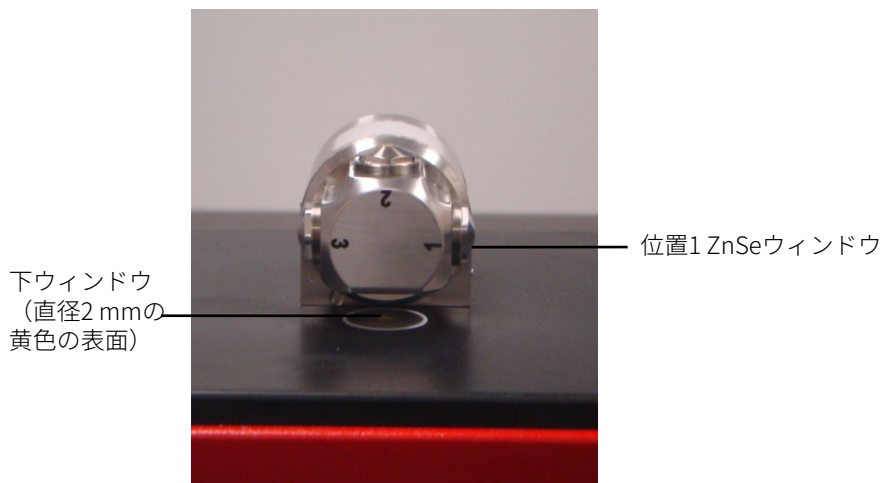

図 10：アクセサリ・ウィンドウが上を向いた状態の DialPath
サンプル分析モードでは、DialPathは、アクセサリ光学ウィンドウが下の4500 DialPath FTIRサンプル・マウント領域を向くように回転します。この位置では、赤外（IR）エネルギーがサンプルを通過し、測定が可能になります。DialPathアームが戻り止めに達し、定位置にはまるまで、DialPathアームを完全に回してください。この戻り止めによってサンプル測定中にアクセサリが固定されます（図10を参照）。
- 4 アームを定位置に納まるまで時計回りに回して、デバイスを閉じます（図10を参照）。